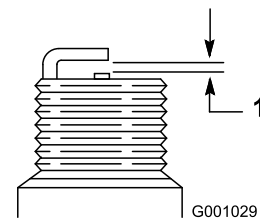

Figure 48
4. Réglez l'écartement des électrodes à 0,76 mm (0,030 po) (Figure 48).